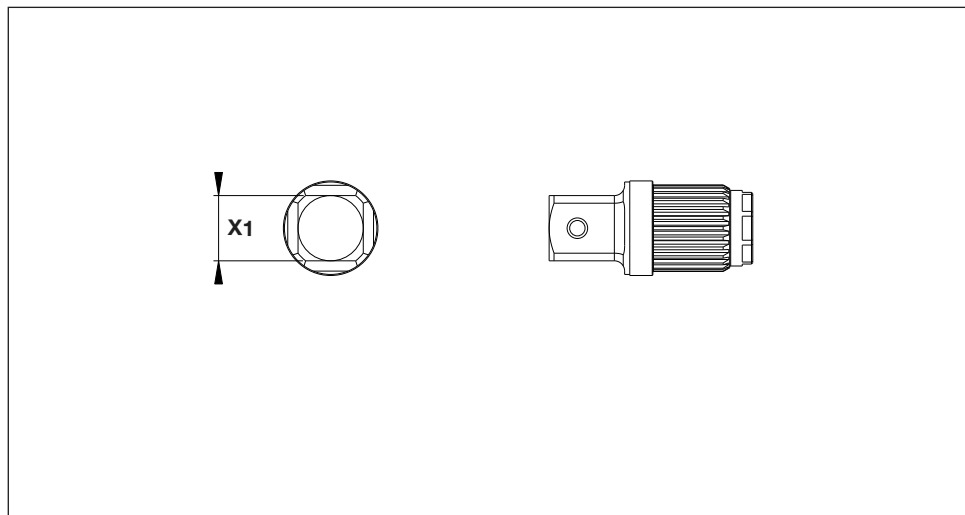

Fig. 32
6.6 Dimensões, série SD acionadores quadrados (fig. 32)